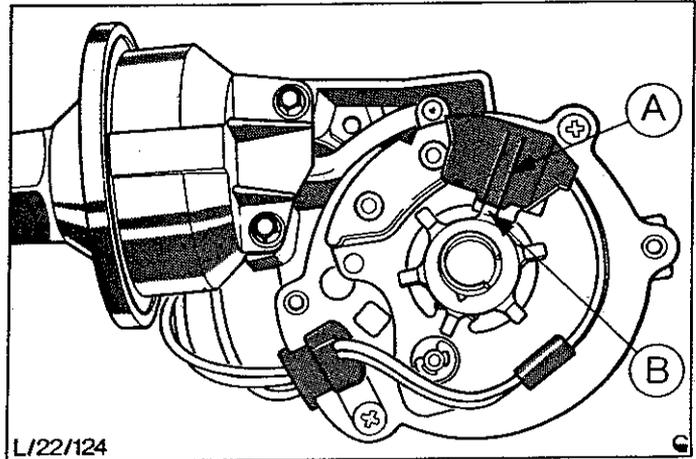

Abb.67 1. Arm-Verteileranker steht auf Magnetspule
- e) Mit Spezialwerkzeug 21-092 A Verteilerklemmschraube lösen und Verteiler so drehen, daß die Arme des Verteilerankers und die Statorpole sich gegenüberstehen, Abb.67.